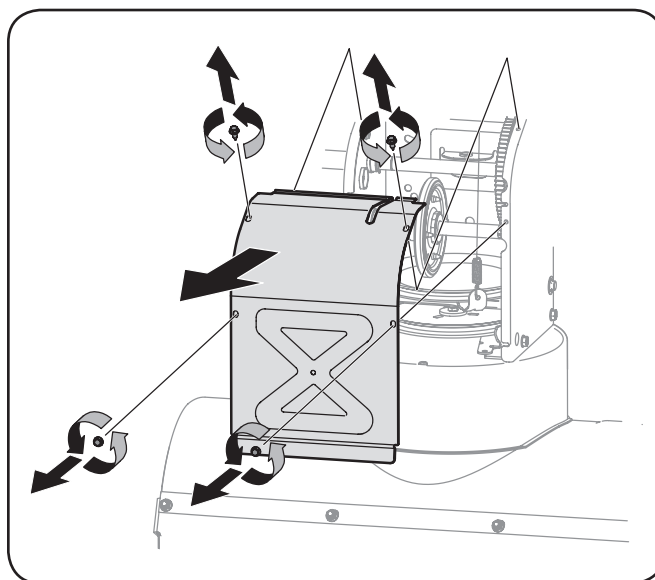

Figura 7-3
3. Saque la cubierta del marco desde debajo de la máquina quitanieve retirando los cuatro tornillos autorroscantes que la aseguran. Consulte la Figura 7-3.
5. Saque la cubierta del marco desde debajo de la máquina quitanieve retirando los cuatro tornillos autorroscantes que la aseguran. Vea la Figura 7-3.
3. Saque la cubierta del marco desde debajo de la máquina quitanieve retirando los cuatro tornillos autorroscantes que la aseguran. Retire la rueda derecha quitando el tornillo y la arandela de campana que la aseguran al eje. Vea Figura 7-3.